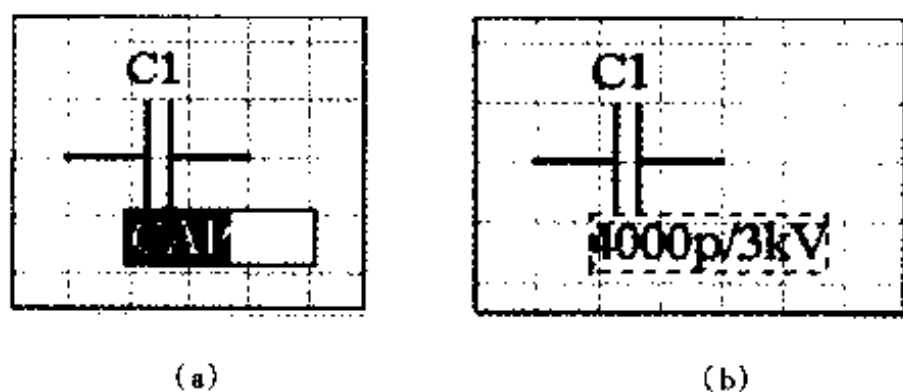

图 2-29 在图纸中直接修改元件型号
(3) 单击电容元件的元件型号 CAP, 在它周围显示虚线方框; 再次单击 CAP, 在它周围出现黑色实线方框, 其中的 CAP 被蓝色覆盖, 如图 2-29(a) 所示。在实线方框中输入 4000p/3kV, 作为对元件的说明, 得到如图 2-29(b) 所示的效果。